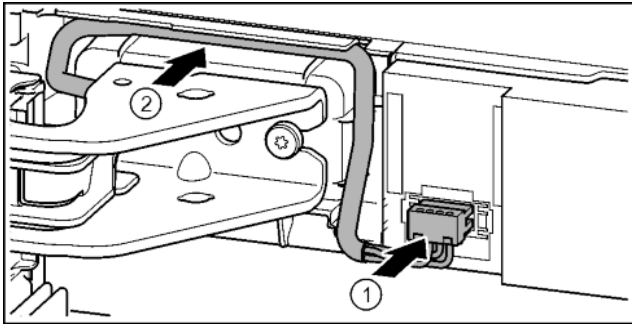

Fig. 40
- ▶ Insérer le connecteur sur le support de palier et poser délicatement les torons de câble dans le conduit. *Fig. 40 (1)*
- ▶ Poser délicatement le câble gris dans le guide au-dessus du support de palier supérieur. *Fig. 40 (2)*